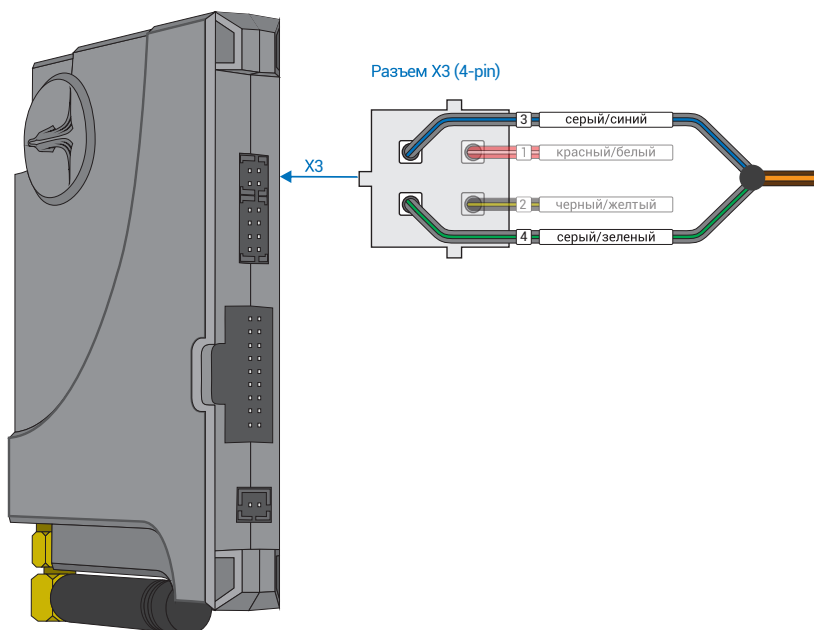

Рис.1 Призрак-8xx
3. Объедините между собой серый/синий провод (контакт №3) и серый/зеленый провод (контакт №4), находящиеся в разъеме X3 (см. рис.1). Подключите их к шине данных а/м: коричневый/оранжевый провод (контакт №55) за левой кик панелью (см. рис. 2-3).